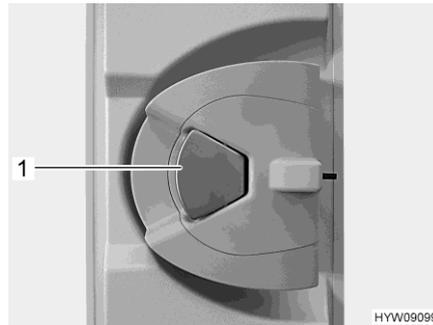

Fig. 32 Serrure de porte (porte cellule, intérieur)
- Quand la serrure de la porte est verrouillée : Tirer une fois sur la poignée de la porte (Fig. 32,1). La porte est déverrouillée.
- Tirer sur la poignée de la porte (Fig. 32,1). La porte est ouverte.
- Appuyer sur la poignée de la porte (Fig. 32,1).